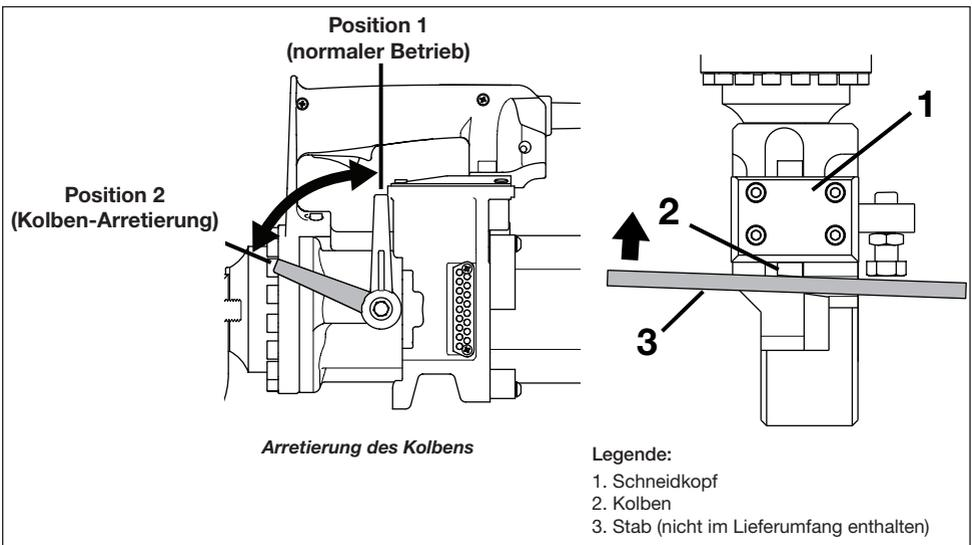

Abbildung 11, Manuelles Einfahren des Kolbens
3. Bewegen Sie die Arretierung des Kolbens im Gegen-Uhrzeigersinn, um den Kolben manuell freizugeben. Siehe Abbildung 11, Position 2.
4. Verwenden Sie einen starren Metallstab, um den Kolben manuell in das Schneidgerät zu drücken, bis dieser in die Ausgangsposition zurückgekehrt ist. Siehe Abbildung 11, Punkt 3. Damit sollten sich Schmutz oder sonstige Materialien lösen lassen, die verhindern, dass der Kolben im Normalbetrieb einfahren kann.
5. Bewegen Sie die Arretierung des Kolbens so weit wie möglich im Uhrzeigersinn, um das Schneidgerät auf normalen Betrieb umzustellen. Siehe Abbildung 11, Position 1.
8. Reinigen Sie den freiliegenden Bereich des Kolbens. Entfernen Sie in diesem Bereich Späne, Splitter oder Schmutz. Siehe Abbildung 11, Element 2.